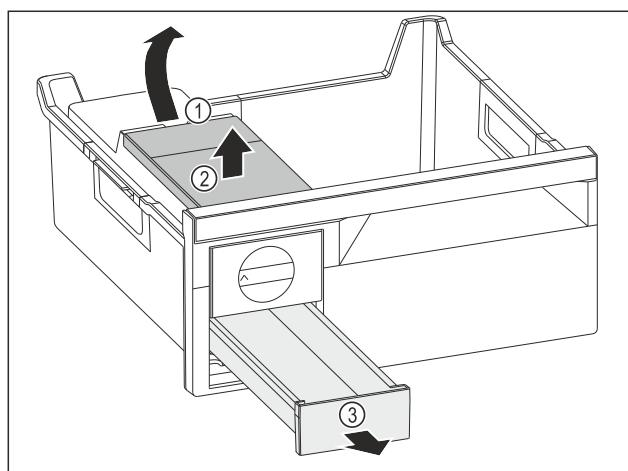

Fig. 135
- Вийняти бак для води: підняти бак для води за заглиблення Fig. 135 (1).
- Вийняти бак для води Fig. 135 (2) рухом вгору.
- Вийняти висувний ящик для кубиків льоду Fig. 135 (3) рухом вперед.